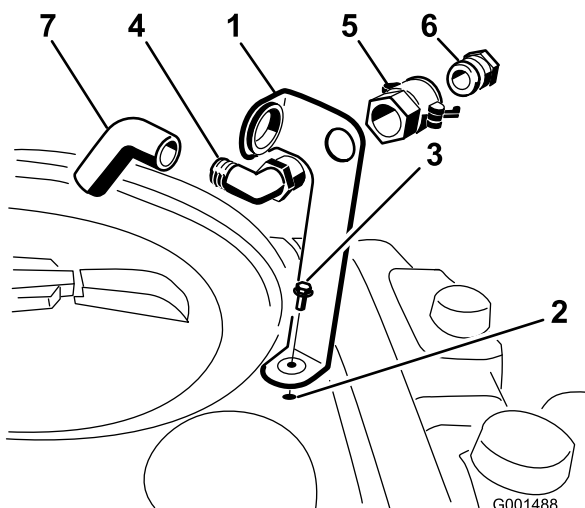

Figura 3
- Coloque el soporte del dispositivo de llenado sobre el taladro roscado del depósito y fíjelo con una tuerca con arandela prensada (5/16 x 3/4 pulgadas) (Figura 3).
- Pase el extremo roscado del codo de 90 grados por el soporte y enrosque sobre el mismo el acoplamiento rápido, fijándolo al soporte (Figura 3).
- Instale el adaptador de manguera en el acoplamiento rápido (Figura 3).
- Bloquee el adaptador en su sitio moviendo las palancas hacia el adaptador y luego fíjelas con los pasadores de horquilla (Figura 3).
- Instale la manguera antisifónica a través de la abertura grande del soporte y en el extremo dentado del codo de 90 grados (Figura 3).